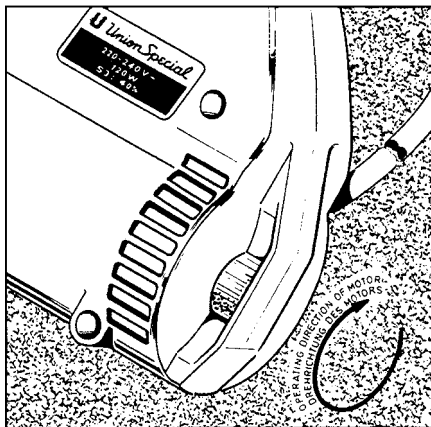
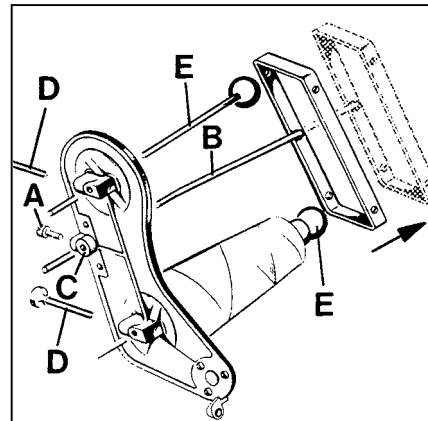
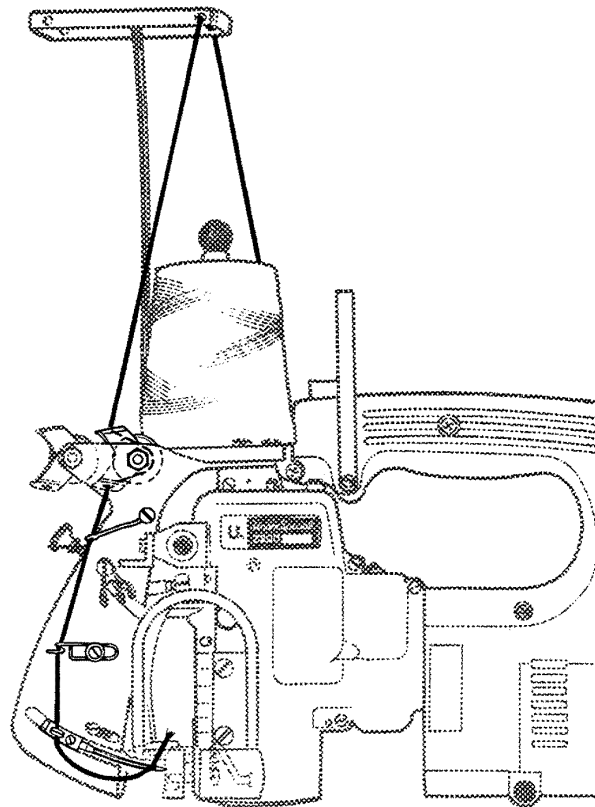

Fig.2
Fig.3
Fig.4
Check by turning the motor handwheel in operating direction (see Fig. 2) if the machine works. A slight resistance will be felt as the feed dog rises. Loosen screw (A, Fig. 3) and set thread rod (B) so that its lower end is flush with the underside of thread cone support (C). Retighten screw (A).
Prüfen Sie durch Drehen des Motor-Handrades in Drehrichtung (siehe Fig. 2), ob die Maschine arbeitet. Beim Hochgehen des Transporteurs wird ein leichter Widerstand spürbar.
Lösen Sie die Schraube (A, Fig. 3), und stellen Sie die Fadenstange (B) so, daß ihr unteres Ende mit der Unterseite des Garnrollenträgers (C) bündig ist. Ziehen Sie die Schraube (A) wieder an. Prüfen Sie die Einfädung der Maschine, Beachten Sie die Einfädanleitung Fig. 4 und den Abschnitt "EINFÄDELN".
Loosen thumb screw(s) (D, Fig. 3) in the thread cone support, pull out the spool pin(s) (E) and remove the empty thread cone(s).
Thread the machine as shown in Fig. 4.
For threading the looper (double locked stitch machines only) open the hinged cover (A, Fig. 4) and turn motor handwheel in operating direction until the needle is in its lowest position below the throat plate. Reclose hinged cover (A) after threading.
The tension (L, Figs. 4 and 13) controls the looper thread and the tension (N) controls the needle thread. Only a slight tension should be applied on the looper thread. The tension applied on the needle thread depends upon the size of the thread and the thickness of the fabric to be sewn and has to be regulated till the machine sews and chains off perfectly.
The presser foot pressure is regulated with the knurled regulating screw (B, Fig. 4).
Lösen Sie die Rändelschraube(n) (D, Fig. 3) im Garnrollenträger, ziehen Sie den (die) Spulensstift(en) heraus und entfernen Sie die leere(n) Garnrolle(n).
Fädeln Sie die Maschine wie in Fig. 4 gezeigt ein.
Zum Einfädeln des Greifers (nur bei Doppelkettenstichmaschinen) öffnen Sie die Verschlußklappe (A, Fig. 4) und drehen am Motor-Handrad in Drehrichtung bis die Nadel in der tiefsten Stellung unter der Stichplatte ist.
Die Spannung (L, Fig. 4 und 13) reguliert den Greiferfaden und die Spannung (N) den Nadelfaden.
Der Drückerfußdruck wird mit der gerändelten Stellschraube (B, Fig. 4) reguliert.
Loosen the screw (D, Fig. 4) for the needle and draw out the needle. Insert the shank of the new needle as far as it will go into the needle seat and with the flat on the shank facing to the front.
Lösen Sie die Schraube (D, Fig. 4) für die Nadel und ziehen Sie die Nadel heraus. Stecken Sie den Kolben der neuen Nadel bis zum Anschlag in den Nadelsitz und so, daß die Fläche am Kolben nach vorne zeigt.